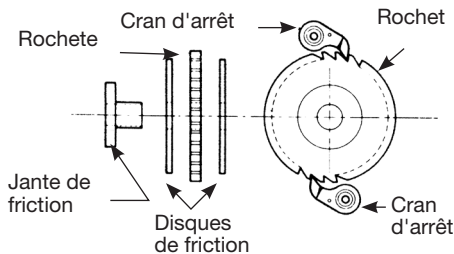

Figure 8 - Frein
- Visser la jante à friction (11) sur l'arbre du pignon (7) et assembler les disques de friction ainsi que le rochet sur la jante (Voir la Figure 8). Placer le ressort (6) sur la jante/pignon à friction. Mettre